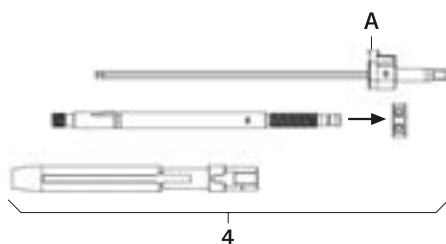

Fig. 1
- Desmontar la palanca de reposición 4, ver Fig. 1: Presionar fuerte el botón **A** y retirar el destornillador FW234R.